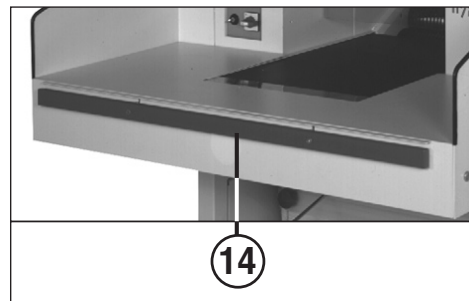

Fig. 6
1. Desbloquear la regleta de parada de emergencia (14) (fig. 6) en la mesa de la destructora de documentos (extraer la regleta) y conectar el interruptor principal (1) (posición "1").